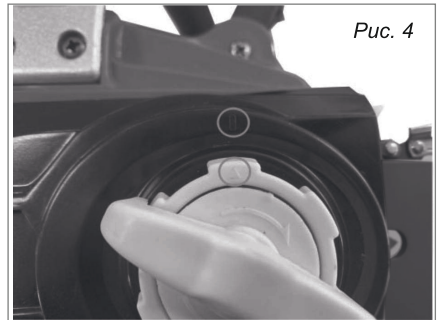

Рис. 4
4. Установите знак крышки цепи и знак ручки регулировки в вертикальное положение (Рис. 4).